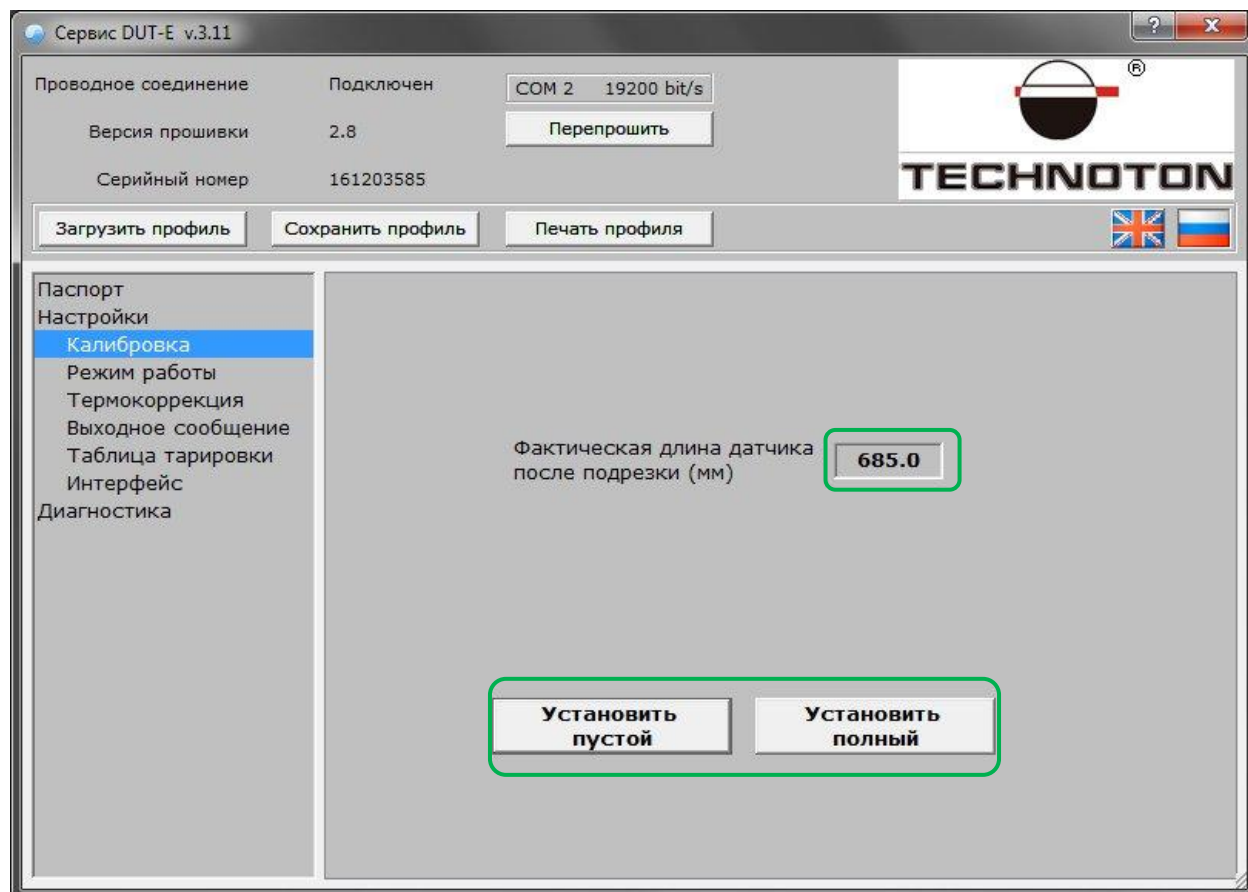

Рисунок 3
3.1.1. Внести фактическую длину датчика и откалибровать (Рис. 3):